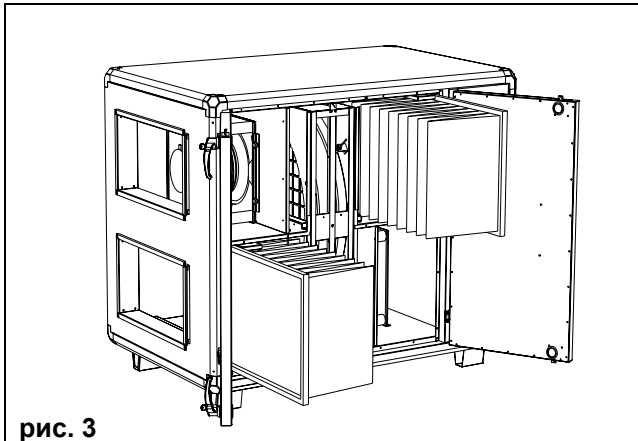

рис. 3
1. Замена фильтра наружного/вытяжного воздуха (выполняется, если на дисплее пульта управления отображается сигнал «Замените фильтр», 1-2 раза в год или по необходимости), (Рис.3)